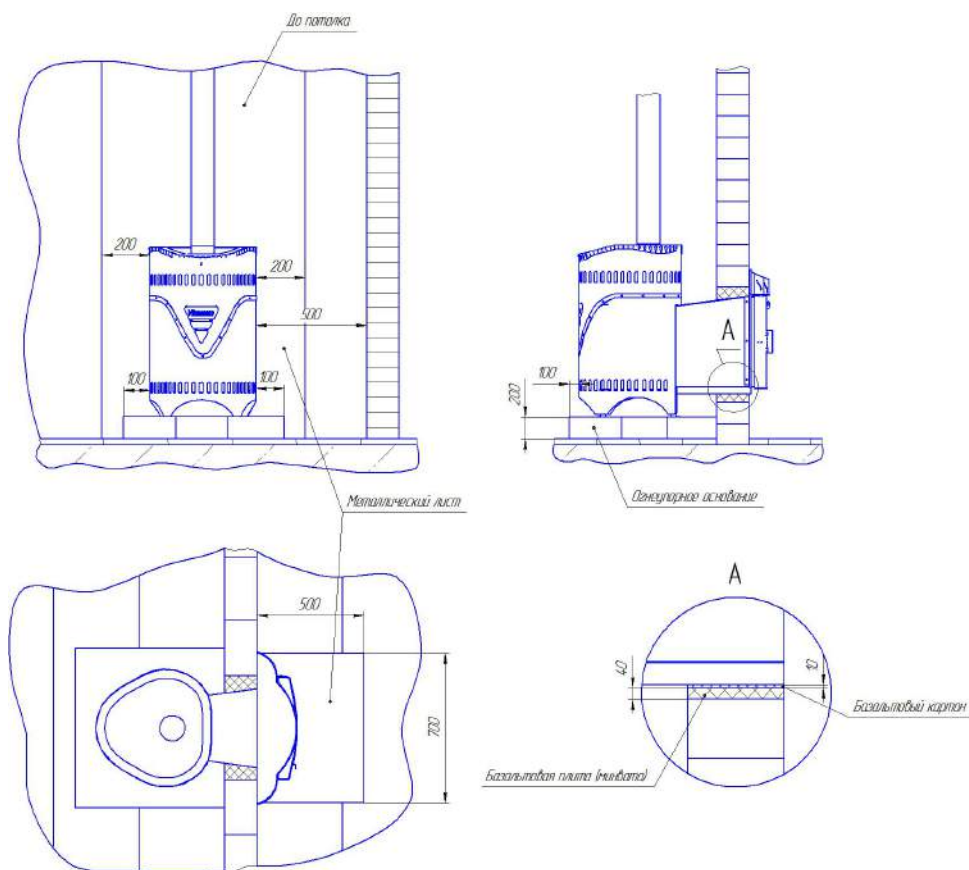

Рисунок 8.1. Схема установки печи на минимально безопасном расстоянии от несущих и ограждающих конструкций.
**8.2.1.** Печь устанавливают в парной на безопасном расстоянии от несущих и ограждающих конструкций (рис. 8.1.).